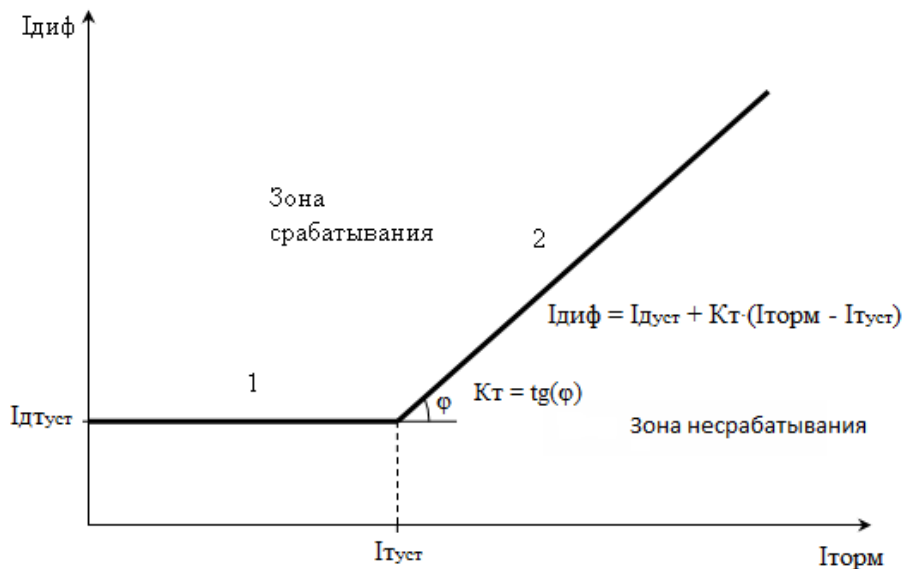

Рисунок 2 - Характеристика срабатывания ДЗТ
3.1.4.3 Защита предназначена для быстрого и селективного отключения КЗ (с дифференциальным током малой кратности) в зоне действия защиты. В ДЗТ используется торможение от токов КП и ПП. Срабатывание ДЗТ происходит при превышении дифференциальным током значения, определяемого по характеристике ДЗТ (рисунок 2). Возврат защиты происходит при снижении дифференциального тока ниже уставки с учетом коэффициента возврата.
3.1.4.4 Характеристика ДЗТ включает два участка (рисунок 2). Угол наклона характеристики на первом участке нулевой, на втором участке задается коэффициентами торможения "Кт". Ток торможения  $I_{\text{торм}}$  рассчитывается как минимальное действующее значение из токов КП и ПП.